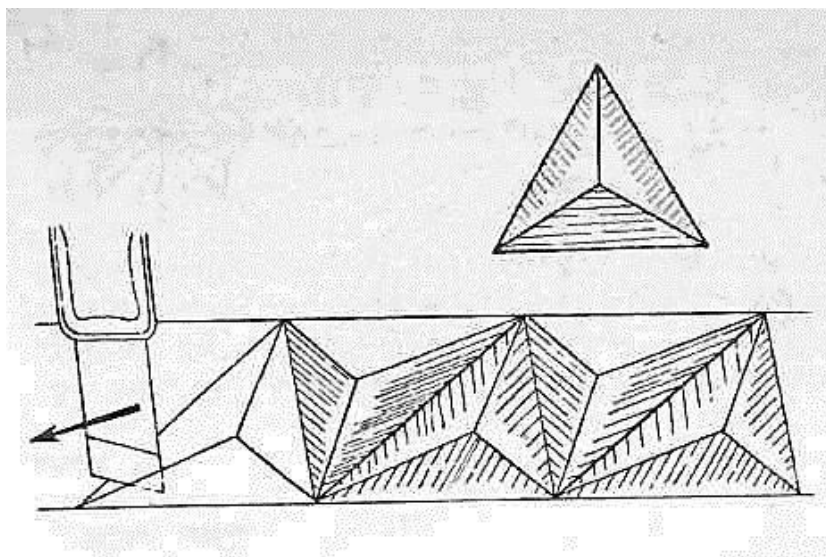

Рис. 13. Резьба трехгранной выемки
3. Сделав надрезы по средним линиям, срезать боковые грани треугольников по направлению слоя древесины. Боковые грани срезают за один или несколько приемов, обязательно грань в грань, косяк при этом держат наклонно (рис.13).